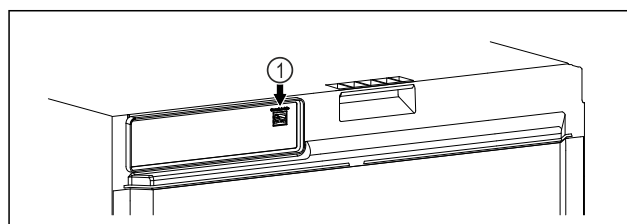

Fig. 101
- ☐ SmartModule Fig. 101 (1) är insatt.